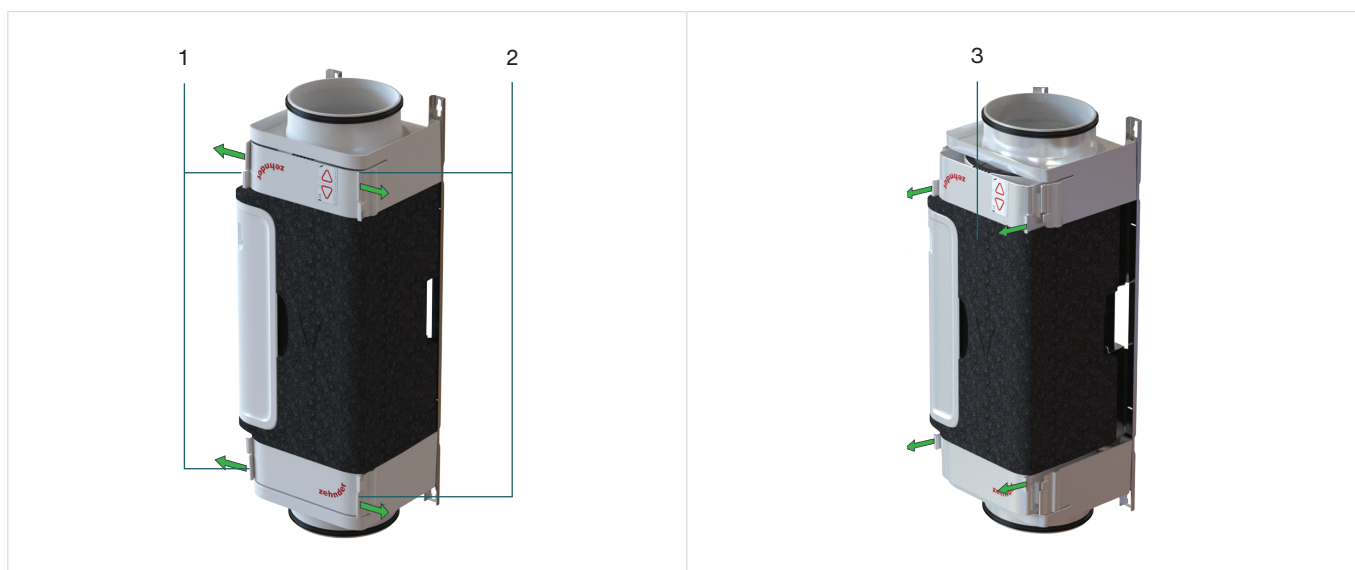

Fig. 5.2 - Verwijderen VM-interior uit VM-frame
1. Los de clips (Fig. 5.2, pos. 1 en 2) van het VM-interior.
2. Verwijder het VM-interior (Fig. 5.2, pos. 3) rechtstandig (loodrecht) uit het VM-frame.
4. Controleer of alle vier de clips (Fig. 5.2, pos. 1 en 2) correct zijn vastgeklikt.